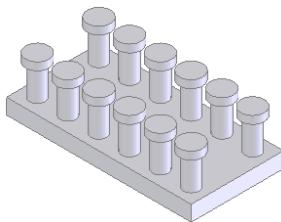
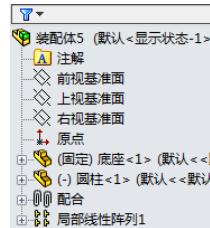

图 7-40 线性阵列后的图形
图 7-41 装配体的“FeatureManager”设计树
**【例 7-1】**以图 7-40 所示的装配体为例讲述线性阵列零件的操作步骤：
结果如图 7-40 所示。此时装配体文件的“FeatureManager”设计树”如图 7-41 所示。